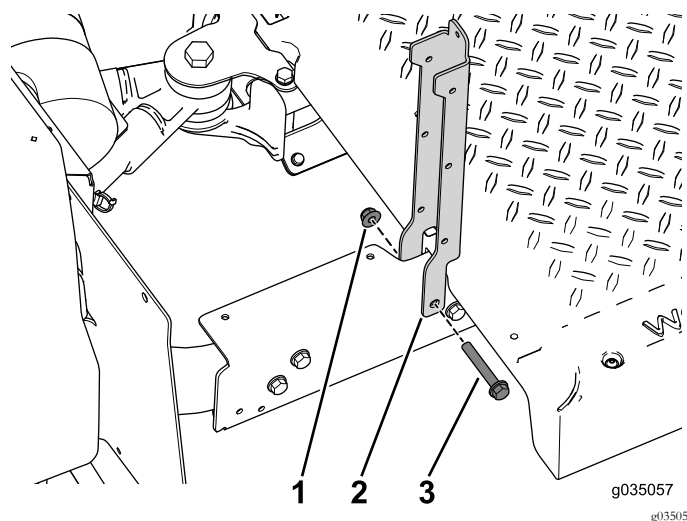

Figure 38
2. Fixez les supports de siège sur la section arrière de la machine à l'aide des 2 boulons (3/8" x 2½") et écrous à embase (Figure 38).